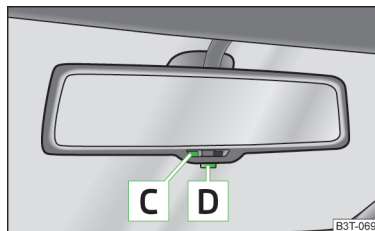

Fig. 48
- Appuyer sur la touche **D**, le voyant **C** s'allume (le rétroviseur est activé) » fig. 48.